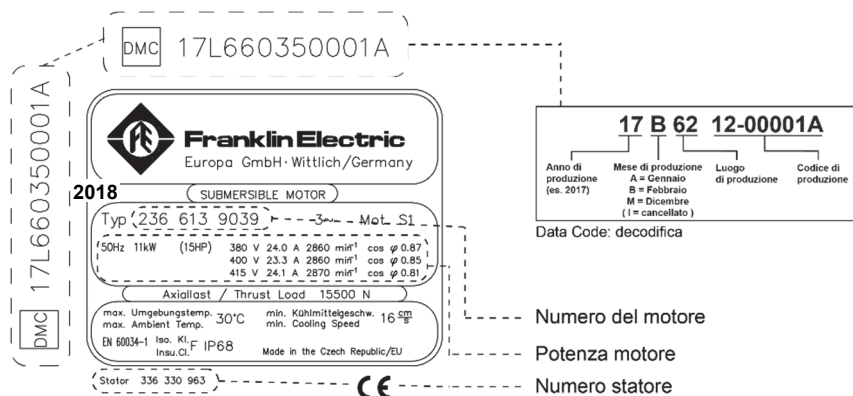

Figura 5-1: targhetta con dati di produzione
- ⇒ Determinare l'età del motore in base alla targhetta (vedere figura 5-1).